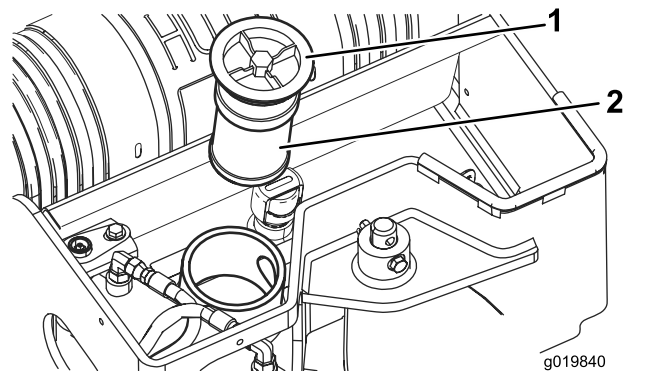

Figura 60
5. Pulite l'area intorno al collo del bocchettone del serbatoio idraulico e rimuovete il tappo ed il filtro dal collo del bocchettone usando una chiave a tubo (Figura 60).